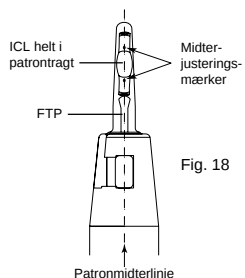

Fig. 18
3. Undersøg linsens retning under operationsmikroskopet. Den klare tragt på patronen gør det muligt, at identificere midtermærkerne på hver side af linsens optik. Disse mærker skal være synlige i klokken 12-positionen og være justeret i lige linje ned af patronens aksel. (Hvis der ikke er justering eller korrekt retning, kan ICL eller TICL være snoet, og de skal injiceres i patronbakken og isætningsprocessen gentages). (Fig. 18)